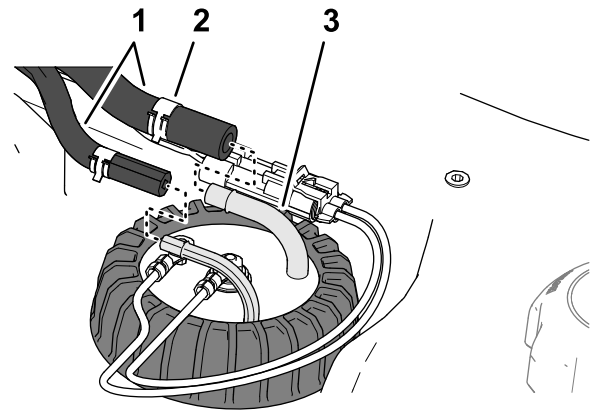

Figura 87
- Desloque as braçadeiras que fixam os tubos às uniões da alimentação de combustível no interior, e retire os tubos das uniões (Figura 87).